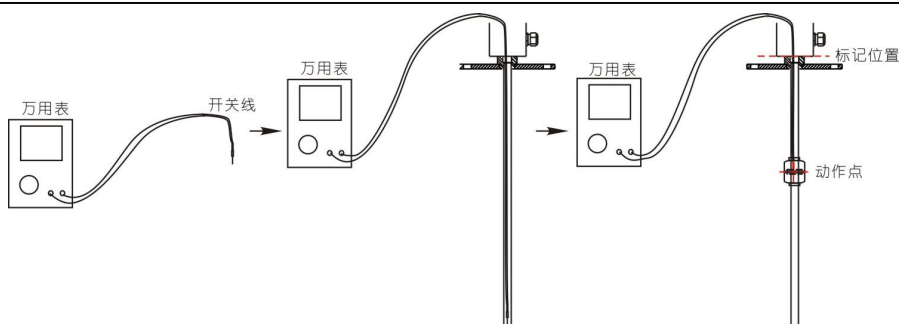

图 10 开关线位置设定
- 6) 用万用表连接开关线（常开端与公共端或常闭端与公共端），将开关线插入连杆中。缓慢拉动开关线（如果是上升动作则将开关线从连杆底部向上开始拉动，如果是下降动作则将开关线从连杆顶部向下开始拉动），同时观察万用表示数，当万用表指示开关动作时（即万用表电路连通），将开关线沿原拉动方向再移动 5mm 左右，在开关线上标注对应的位置，将浮球下方止位环的子罗松开，把止位环下滑大约半个浮球的位置后再固定（此时浮球的活动范围为两个止位环之间的距离），如图 10 所示。